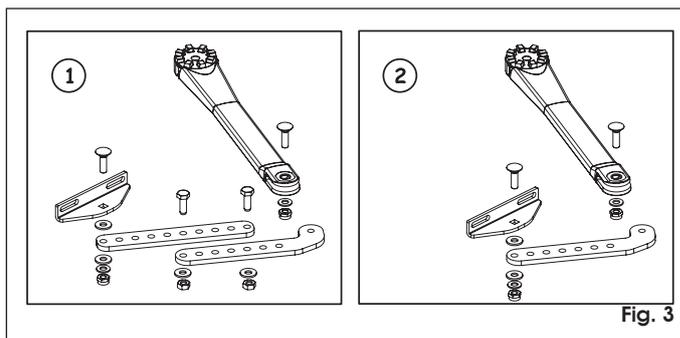

Fig. 3
3. Assembler le bras de l'opérateur d'après la Fig. 3 réf. ① ou ② en fonction de la cote déterminée.